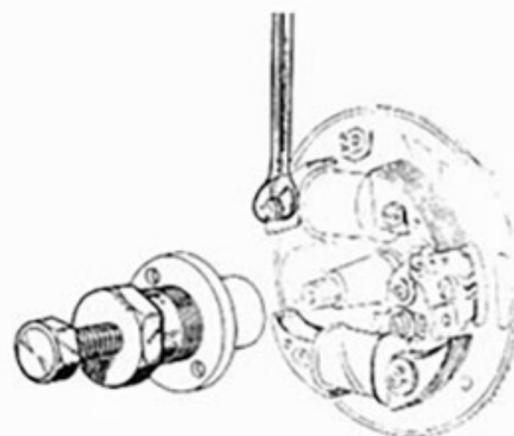

FIGURE 11
- Visser (sans à-coups) la vis centrale de l'extracteur et déposer la came (Fig. 11).